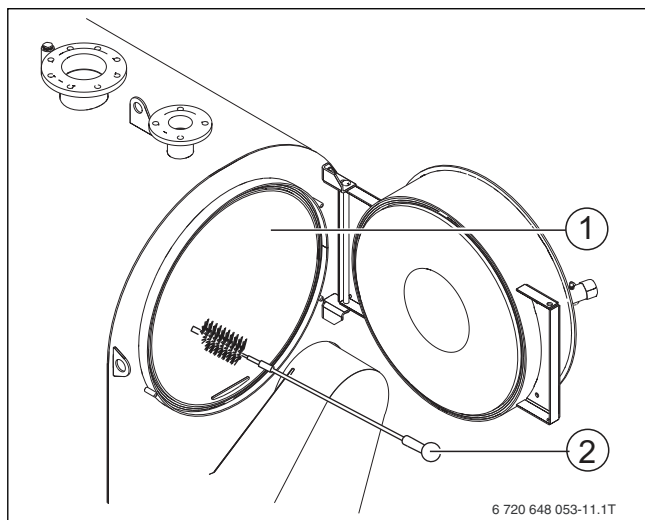
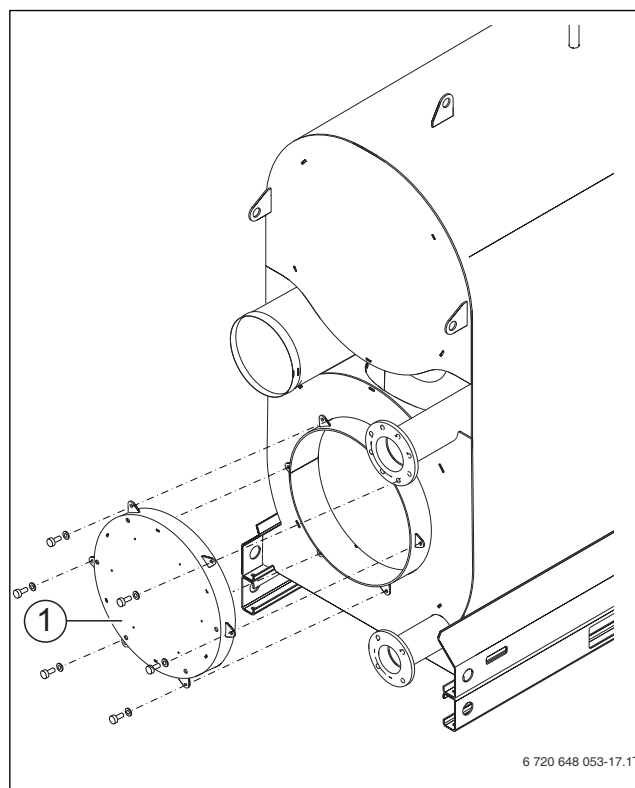

Рис. 31 Чистка поверхностей нагрева
Рис. 32 Снятие крышки оборотной камеры
- ▶ Очистите поверхности нагрева камеры сгорания (→ рис. 31, [1]) щётками [2].
- Удалите нагар из камеры сгорания (→ рис. 31, [1], стр. 31), газоотводящих каналов и оборотной камеры (→ рис. 32, [1]).